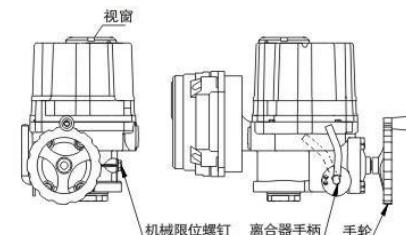
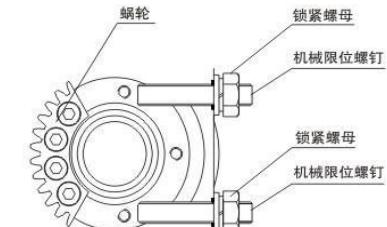

图9
图10
7.1 机械限位调整（图9、图10）
松开机械限位螺钉及锁紧螺母，边转动手轮旋转一圈，边向左扳动一下离合器手柄，使离合器啮合后，继续旋转手轮，然后手动使执行器运动到全关的位置，旋转限位螺母，当其碰到里面的扇形齿轮后停止转动，再旋出两圈，最后上紧锁紧螺母。这样就设定好了执行器全关时的机械限位的位置。全开时的位置可同样设定。如图9、图10所示：